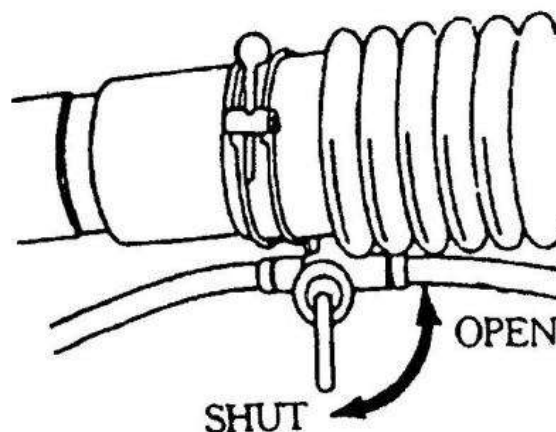

Fig. 8
- 1) Podczas opryskiwania gdy chcemy dolać więcej środka do zbiornika należy wyłączyć urządzenie, patrz rys.8. Podczas rozpylania dźwignia rozpylania i wieko zbiornika paliwowego powinny być w pozycji dolnej, inaczej chemikalia będą wyciekać.